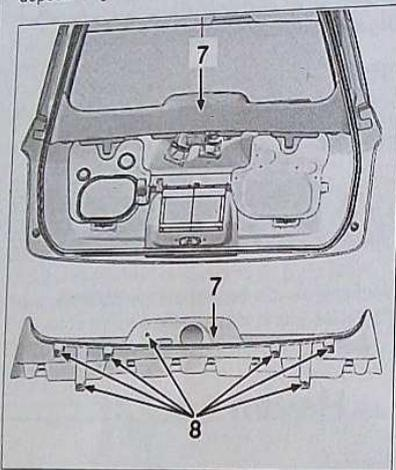

FIG. 38
- dégrafer les fixations (8) de garniture (7) et la déposer (Fig.38).